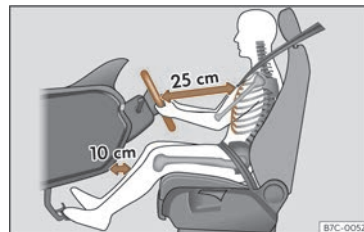

Abb. 12 Der richtige Abstand des Fahrers zum Lenkrad muss mindestens 25 cm (10 inch) betragen.
- Lenkrad so einstellen, dass der Abstand zwischen Lenkrad und Brustbein mindestens 25 cm (10 Zoll) beträgt >>> (Abb. 12) und das Lenkrad mit beiden Händen und leicht gebeugten Armen seitlich am äußeren Rand festgehalten werden kann.